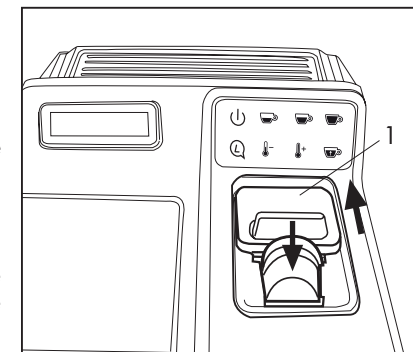

Abb. 10
- Öffnen Sie die Klappe (1) und setzen Sie eine Kapsel in die Öffnung ein. (Abb. 10)